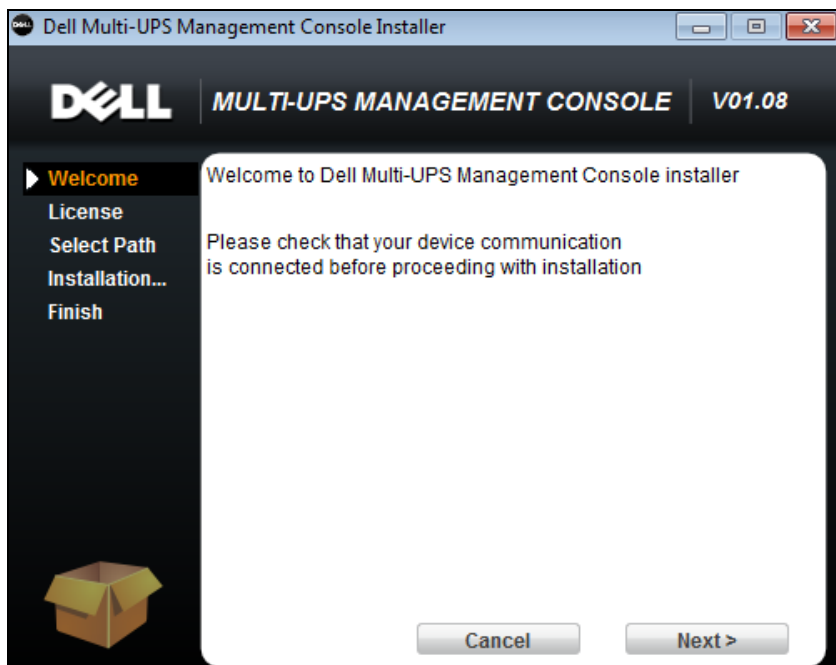

Figura 2. Schermata di benvenuto
- 2 Osservare il prompt e verificare che il dispositivo di comunicazione sia collegato. Fare clic su **Avanti** (vedere Figura 2). Appare la schermata di accesso